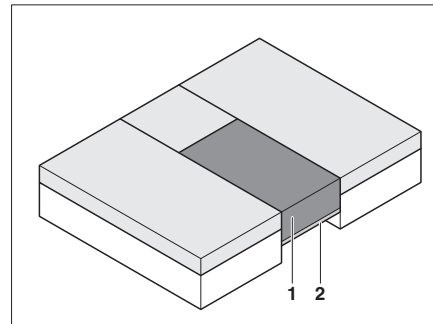

Bild 76 Nach dem Umbau
- Das Zusatzpolster (Bild 76,1) auf den ausgezogenen Lattenrost (Bild 76,2) legen.
Um das Zusatzpolster (Bild 76,1) auf gleiche Höhe wie die anderen Polster zu bringen, muss es kräftig eingedrückt werden.
- ▷ Zusatzpolster (Bild 76,1) einlegen und darauf sitzen.